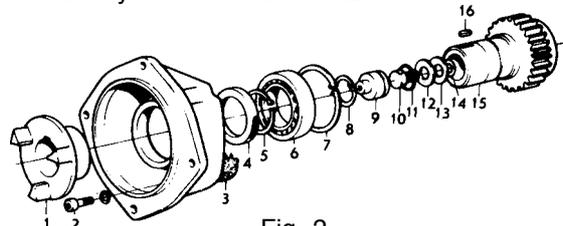

Fig. 2
1. Enlever la vis (10, fig. 2). **Remarque** : noter les rondelles (12 et 13) et la cale (14).
3. Enlever le joint d'étanchéité (4, fig. 2).
4. Vérifier le roulement (6) et le pignon (15). S'il faut les remplacer, effectuer les opérations 5 jusqu'à 7. S'il faut extraire le pignon, il est recommandé de remplacer le roulement.
5. Enlever la clavette (16) et le circlips (5).
7. Enlever le circlips (7) et extraire le roulement (6) au moyen du mandrin 884265.